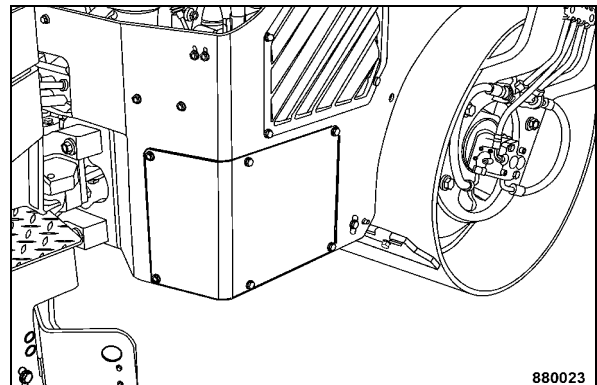

Fig. 60
- Déposer le capot du compartiment de la batterie (Fig. 60).